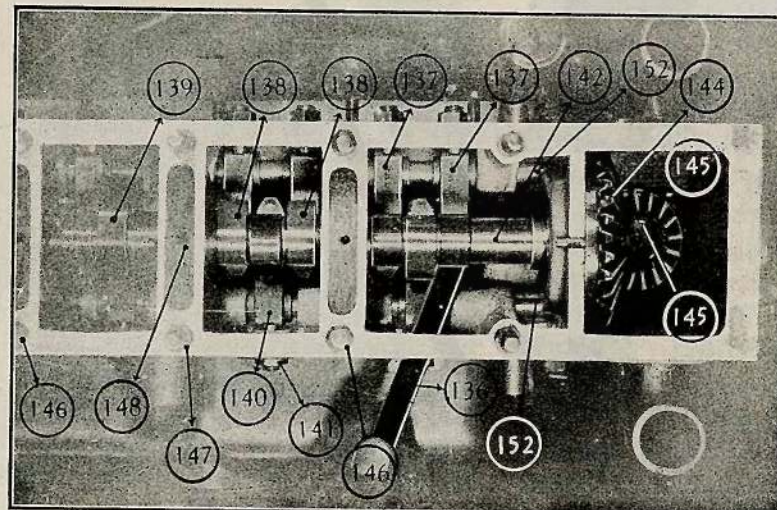
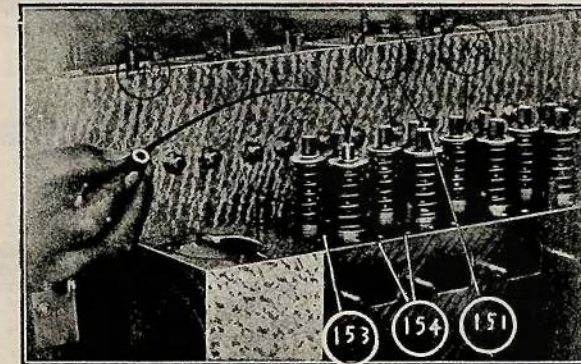

FIG. 30
FIG. 31
L'ensemble de la commande des soupapes comprend un arbre à cames (142) d'une seule pièce avec les cames d'admission et d'échappement [2 admissions (138) et un échappement (139) par cylindre.] cet arbre est commandé par un couple de pignons (144 et 145, fig. 30141). Il est supporté par un palier entre chaque groupe de trois cames. Les tubes (152) traversent le carter d'arbre à cames dans toute la longueur de chaque côté et supportent l'un les culbuteurs d'admission (137) l'autre les culbuteurs d'échappement (140), les vis et écrous (141) fixent la position des culbuteurs. La fig. 31 montre le carter d'arbre à cames enlevé. Pour cela il suffit de dévisser les vis 146 dont l'extrémité filetée s'introduit dans les goujons taraudés (153, fig. 31). Les goujons (147) servent à fixer le couvercle du carter d'arbre à cames. Sur la fig. 31 la main tient le chapeau qui vient coiffer la queue soupape suivant la flèche. Chaque soupape reçoit un chapeau semblable, en acier cimenté et trempé. Suivant l'épaisseur du fond de ce chapeau on fait varier le jeu entre le culbuteur et la came, c'est ce qui permet le réglage. Si le jeu est trop grand, il faut changer le chapeau en mettant un fond
**Graissage de l'arbre à cames et des culbuteurs.** — En se reportant à la fig. 4, page 9, on peut voir que la tubulure (22) amène l'huile sous pression aux deux extrémités des tubes (152, fig. 30), ces tubes sont percés de trous en regard de chaque culbuteur lesquels sont eux-mêmes forés pour conduire l'huile jusqu'aux cames (138 et 139), celles-ci par projection amènent l'huile à des nervures du couvercle supérieur qui s'égoutte dans les trous de graissage (148) des paliers de l'arbre à came. Le retour d'huile s'effectue à travers le cylindre par gravité dans des trous prévus à cet effet. A l'extrémité des tubes (152) se trouvent deux gicleurs d'huile qui viennent graisser les pignons (144 et 155). Un tube vertical (145 a) maintient un certain niveau d'huile aux pignons et laisse écouler le trop-plein pour graisser le coussinet inférieur de l'arbre vertical. L'excès d'huile s'écoule à nouveau par un trou qui assure le graissage de la commande de pompe à eau. L'huile revient ensuite sur le filtre dans le carter inférieur.